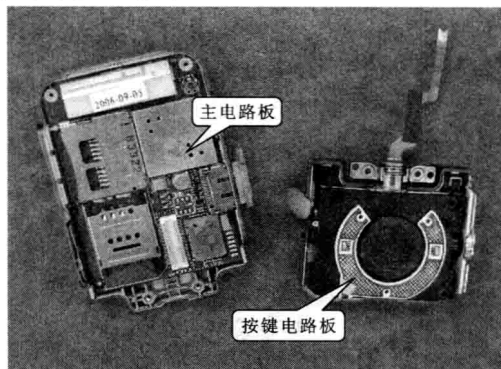

图 1-23 拆卸步骤②③
步骤②③ 移开后即可将按键板与主电路板进行分离,如图1-23所示。